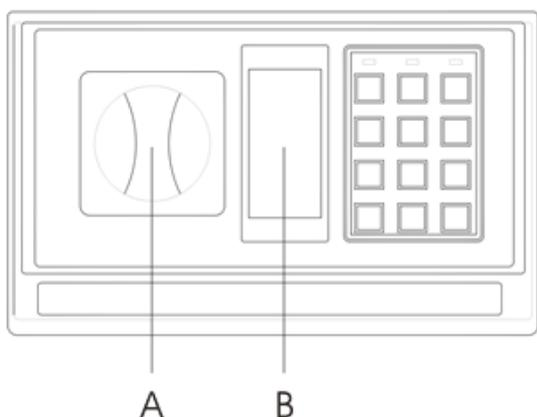

Abb. 1
- Um den Tresor zum ersten Mal zu öffnen, entfernen Sie die kleine Kunststoffabdeckung ("B", siehe Abb. 1) an der Frontplatte, stecken Sie den Schlüssel in das Schlüsselloch und drehen Sie ihn gegen den Uhrzeigersinn,
drehen Sie gleichzeitig den Türknauf ("A", siehe Abb. 1) , und drehen Sie ihn im Uhrzeigersinn, um die Tür zu öffnen.
- Wenn Sie Ihre Kombination vergessen oder verlegt haben, entfernen Sie die kleine zentrale Platte auf der Vorderseite ("B", siehe in Abb. 1), stecken Sie den Schlüssel in das Schlüsselloch und drehen Sie ihn gegen den Uhrzeigersinn, drehen Sie den Türknauf ("A", siehe Diagramm 1), und drehen Sie ihn im Uhrzeigersinn, um die Tür zu öffnen. So können Sie Ihren Tresor jederzeit manuell öffnen.